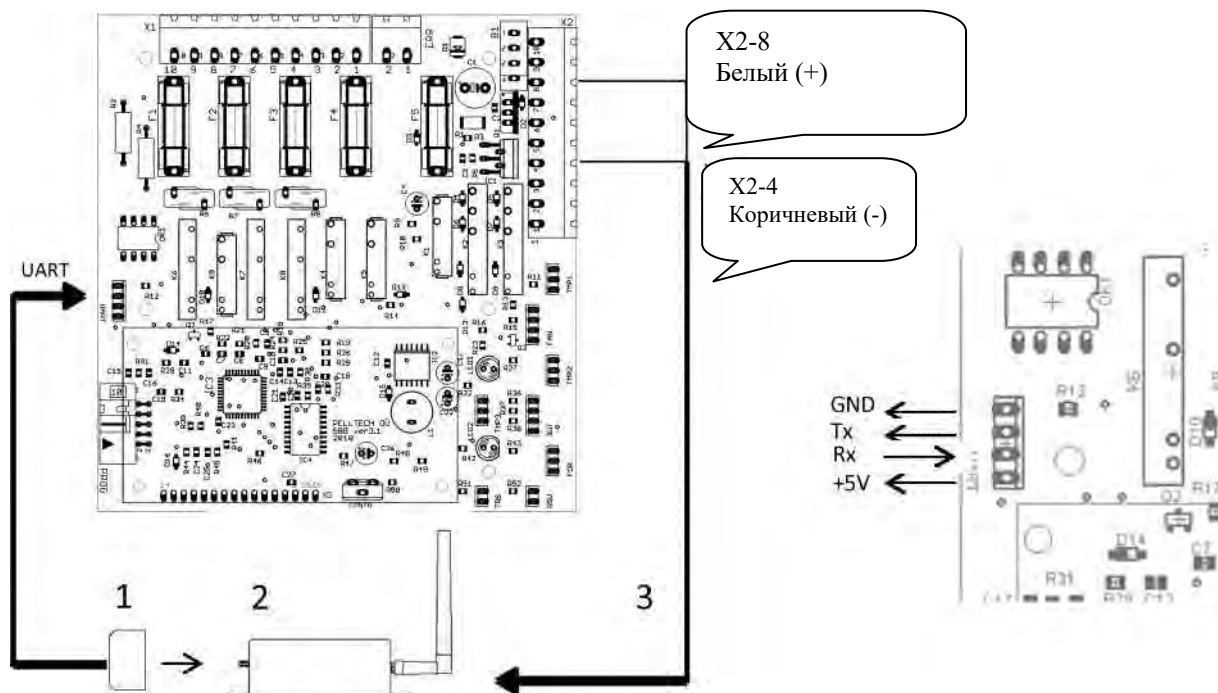

Рисунок 7 Соединение модема GSM
- 1 – Преобразователь сигнала модема EP0005, соединенный с модемом и UART (см. рис. 7)